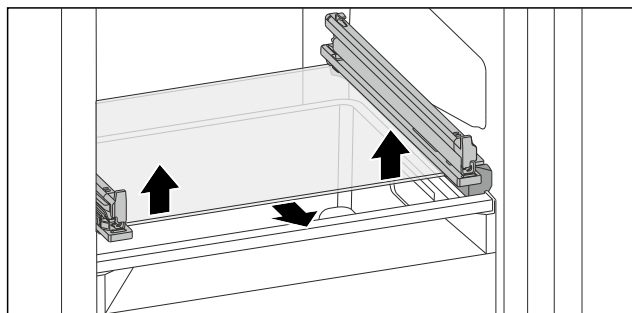

Fig. 140 Glasplatte des abklippbaren Schubfachs
- Glasplatte von unten beidseitig nach oben drücken. (siehe Fig. 140)